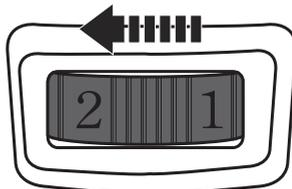

Fig. 15
- > Tournez la molette de vitesse [1] vers la gauche (comme indiqué ci-dessous) pour diminuer la vitesse (Fig. 15). Pour retirer la peinture et le vernis, poncez avec du papier à poncer à gros grain à une vitesse plus faible.